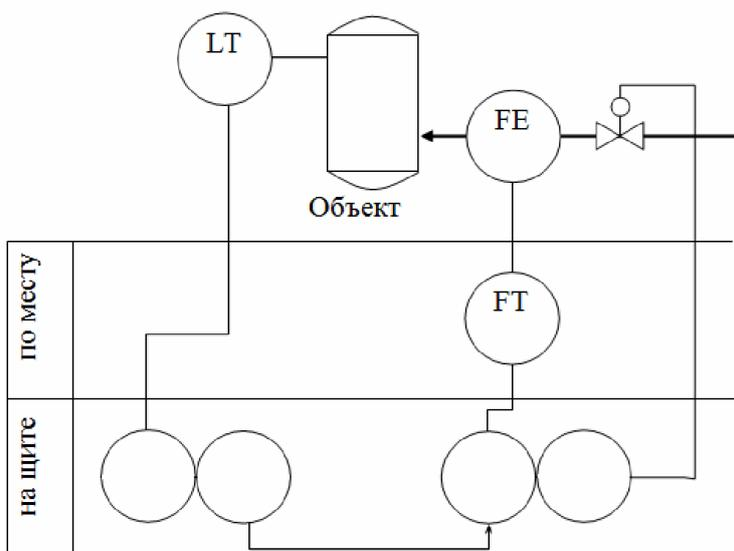

Рис. 4. Функциональная схема системы автоматического регулирования расхода с коррекцией по уровню
**Задание 2.** На рис. 4 представлена функциональная схема системы автоматического регулирования расхода с коррекцией по уровню (FIRC, LIRC). Опишите принцип работы системы. Допишите обозначения приборов.